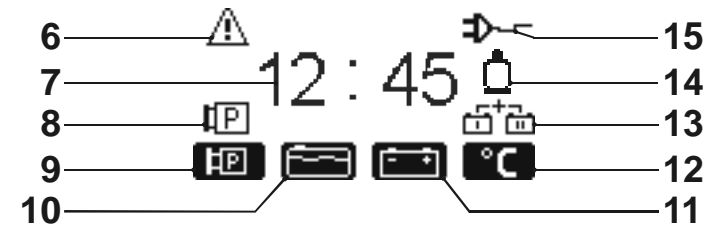

Bild 2: Standby-Maske
Durch Drücken des mit der Tastenfunktionsanzeige Setup beenden (20) markierten Tasters (5) werden die Einstellungen gespeichert und die Standby-Maske (Bild 2) aufgerufen.